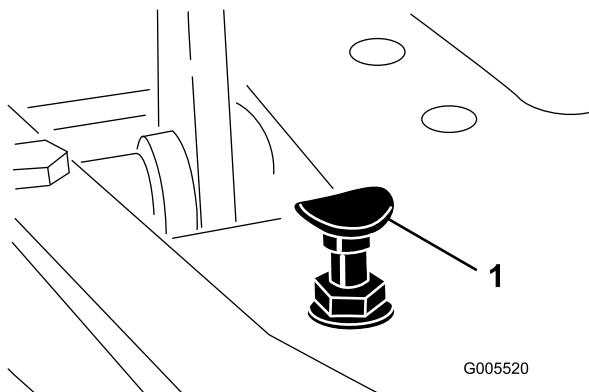

図 55
モードレバーを「移動走行」位置にセットし、ペダルを一杯に踏み込めば最高速度となります。ケーブルに張力が掛かる前にペダルがペダルストップ（図 55）に当たる場合には調整が必要です。
1. モード・レバーを「移動走行」位置にセットし、ペダルストップを固定しているロックナットをゆるめる（図 55）。